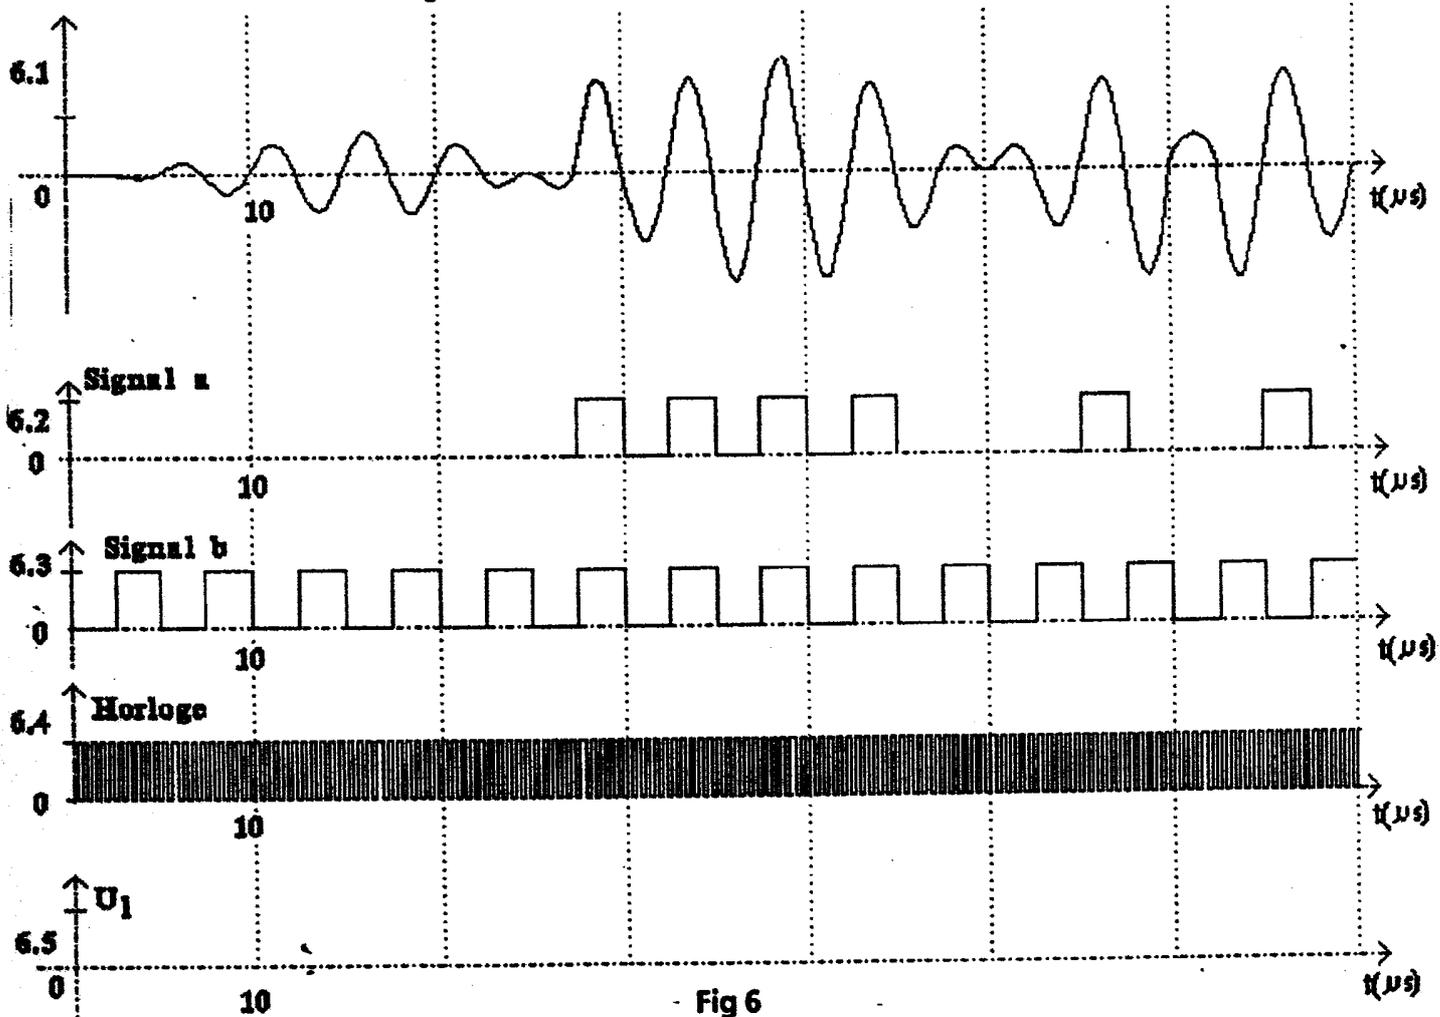

Fig 6
- d) A la date 0 le signal envoyé par l'ordinateur passe à 1, les signaux détectés sont ceux de la figure 6, l'horloge externe a une fréquence de 2 MHz.